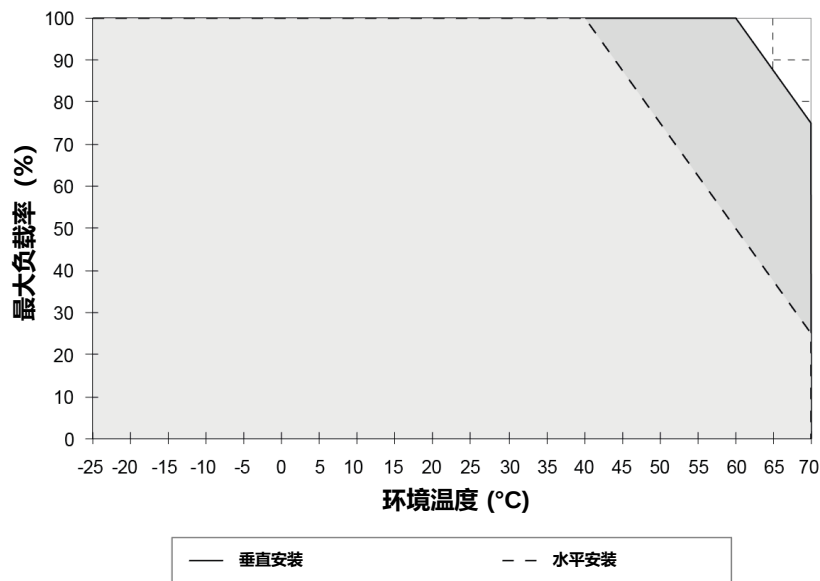

图. 5 垂直安装降额
1. 电源如果持续在降额曲线以外区间使用，可能导致零部件降级或损坏，具体参照图 5 所示图表。